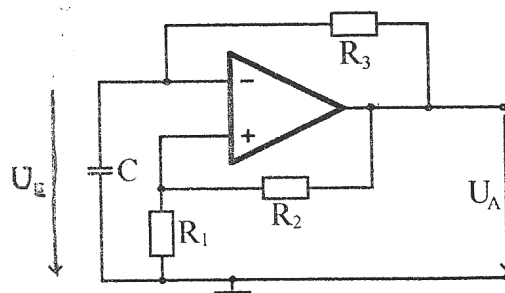

Abbildung 15: Schaltung des astablen Multivibrators (Rechteckgenerator)
Eine Abänderung des Schmitt-Triggers aus Abb. 14a stellt der Multivibrator in Abb. 15 dar. An den Eingang des Schmitt-Triggers wird eine zeitabhängige Kondensatorspannung geschaltet.
- **Multivibrator** (Abb. 15)